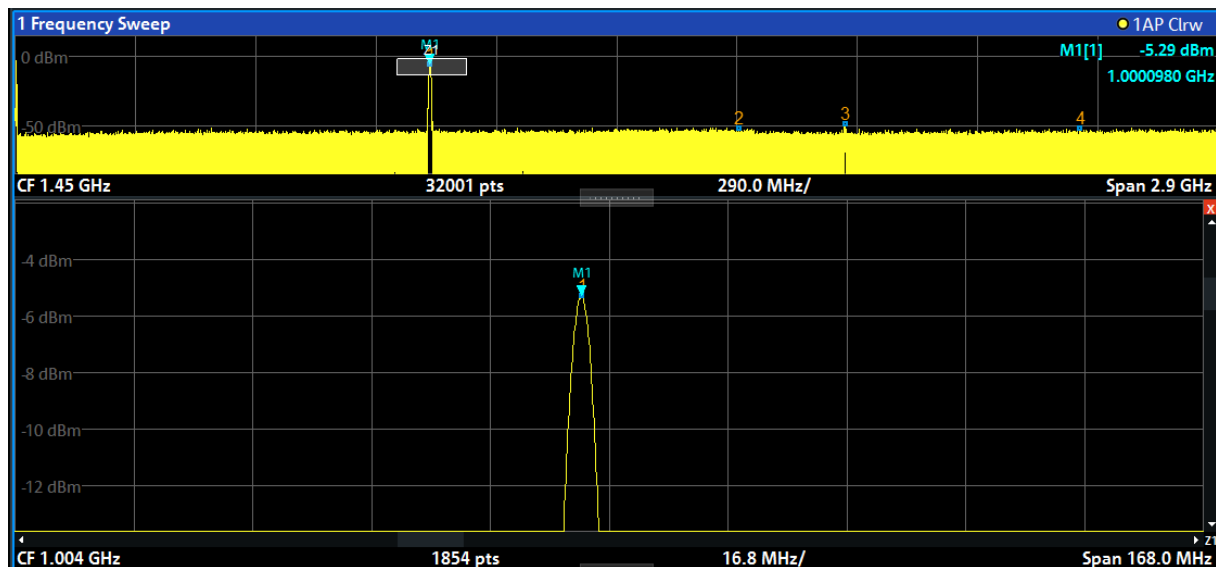

图 6-14: 扫描点数量增加的放大峰值
3. 在图 6-14 中，放大的峰值表示为一条粗迹线。这是因为扫描点数量不足。在缩放显示区插入缺少的扫描点之后，结果不理想。为改善结果，我们将扫描点的数量从默认值 1001 增加到 32001。